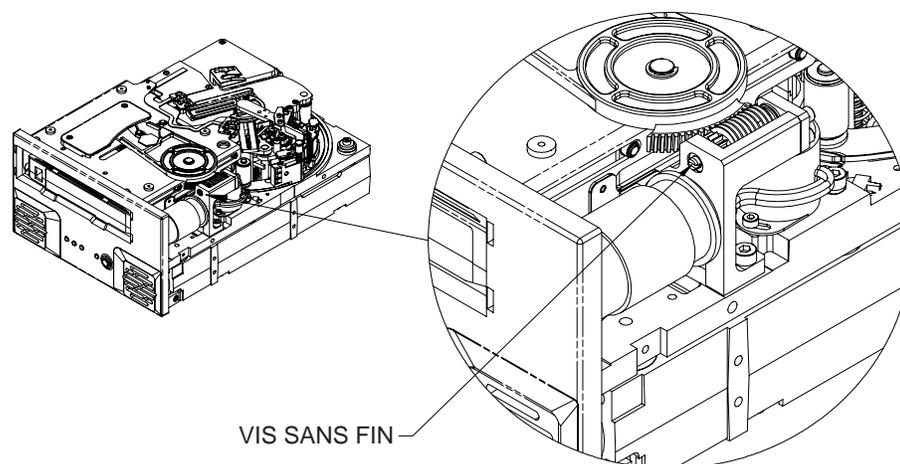

Figure 17. Schéma du Viper 200 montrant la vis sans fin
2. Utilisez un tournevis plat pour faire tourner la vis sans fin dans le sens inverse des aiguilles d'une montre (vers la gauche). La figure 17 montre l'emplacement de la vis sans fin. Cela soulève progressivement l'élévateur de cassette et fait glisser la cassette partiellement en dehors du lecteur.